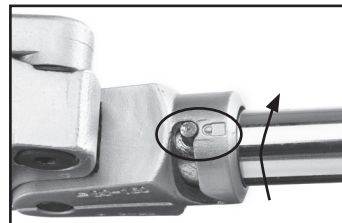

Рис. 14 – БЛОКИРОВАНО
3. Поверните рукоять каретки, так чтобы штифт переместился в положение "блокировка" (рис. 14). Проверьте, что рукоять надежно прикреплена к каретке. (Рис. 14.)